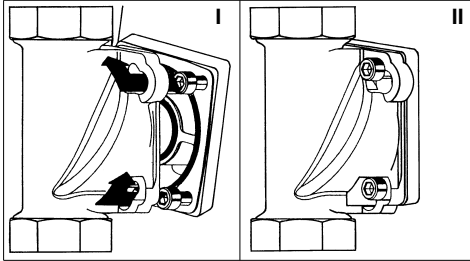

Abb. 7: Einbaudrehflansch mit Bajonett
- Die Wasserenthärtungsanlage anheben und ca. 30° gegen den Uhrzeigersinn schwenken und an den Einbaudrehflansch so ansetzen, dass die Schraubenköpfe durch die Bajonettbohrungen hindurchgehen (siehe Abb. 7 I).
- Die vier Zylinderschrauben M6x25 fest anziehen (siehe Abb. 7 II).
- Die Wasserenthärtungsanlage so an den mit „G“ gekennzeichneten Flansch des Umgehungsventils ansetzen, dass die Schraubenköpfe durch die Bajonettbohrungen hindurchgehen (siehe Abb. 7 I).